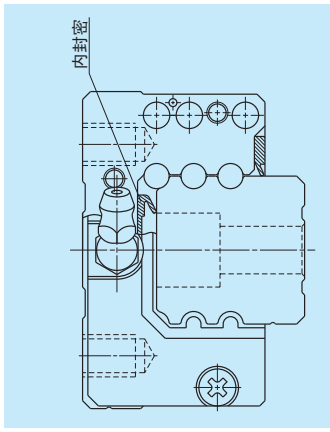
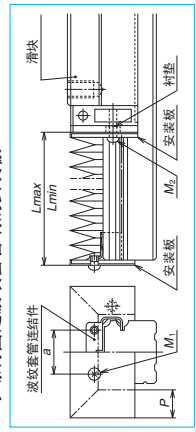

图 7.6 内密封安装状况
图 7.7
- NH、NS 系列用的波纹管如图 7.7 所示, 是将专用的波纹管连接件轻轻敲进导轨端然后使用连接件螺钉固定波纹管管端的安装板。
(4) 内密封
- 内密封是当滑块两端的侧密封不能充分阻挡, 以至于仍有少量异物进入滑块内时, 防止这些异物进一步进入滚珠接触部。(图 7.6)
- ① NH、NS 系列 (图 7.7)
- 如图 7.7 所示, 卸除用于安装滑块侧密封的 2 个小螺钉 (M2)。NS15 需用手压紧端盖。如果手松开, 容易产生端盖从滑块上分离以致滚珠掉落的危险。